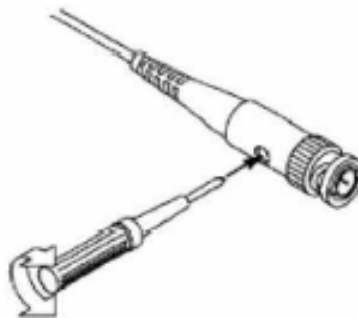

Fig. 9 Réglage de la sonde
2. Vérifiez les formes d'onde visualisées et réglez la sonde jusqu'à qu'on atteint une compensation correcte (voir **Fig. 8** et **Fig. 9**).